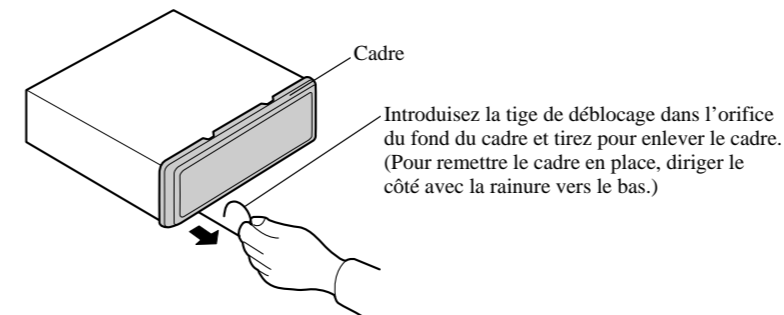

Fig. 11
**1. Enlever le cadre. (Fig. 11)**